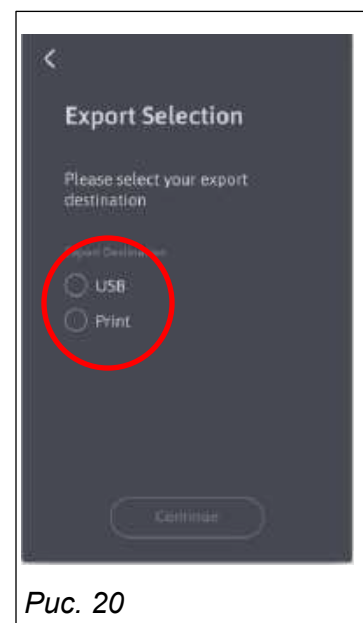

Рис. 20
Экспортировать данные за 7 дней можно все за раз, как показано на рисунке 18, или по отдельности, как показано на рисунке 19. В любом из этих случаев после нажатия на иконку «Документы» откроется экран выбора типа экспорта (рис. 20).
- 9) Затем можно выбрать место назначения экспортируемых файлов (рис. 20).